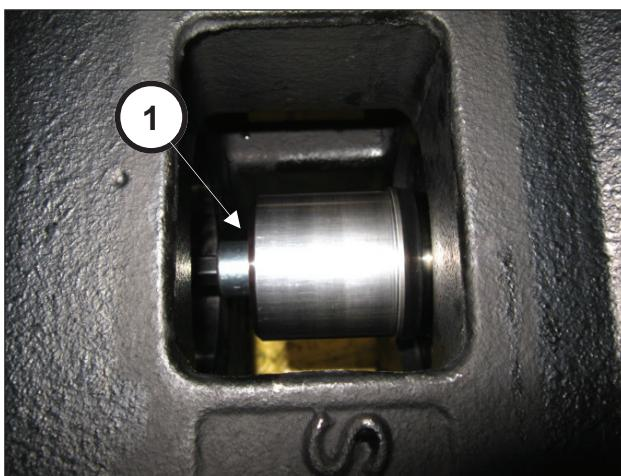

Fig. 36
Azionare il pignone fin tanto che il dente dell'attrezzo entra completamente nel paraolio (pos. ①, Fig. 36). Continuare con la rotazione del pignone fino alla completa estrazione del paraolio (pos. ①, Fig. 37).